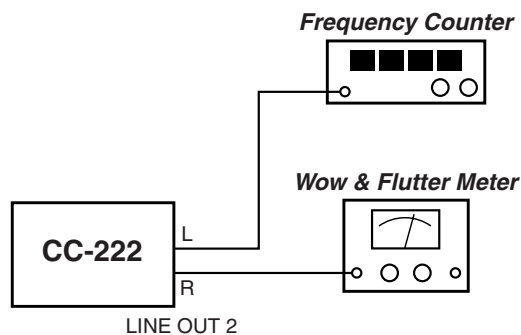

Fig. 4-1
1. Connect a frequency counter to the deck as shown in Fig. 4-1.
1. Fig. 4-1 のように周波数カウンターを接続する。
1. Connect a wow-and-flutter meter to the deck as shown in Fig. 4-1.
1. Fig. 4-1 のようにワウフラッタメーターを接続する。